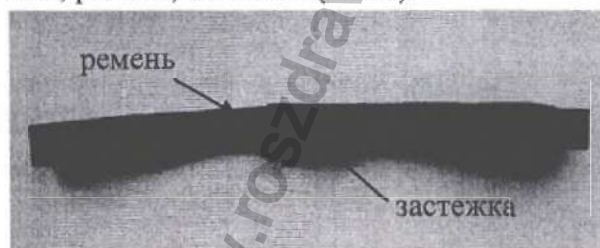

Рисунок 9 Ремень для фиксации излучателей
4.3.8. Ремень для фиксации излучателей для фиксации излучателей № 1, № 2, № 4, № 5 в требуемом положении. Ремень для фиксации излучателей состоит из 2 частей: ремень, застежка (Рис.9)